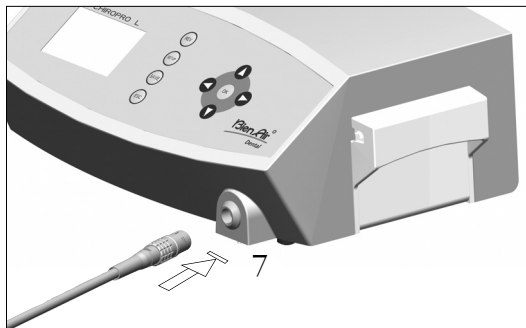

図 3
- マイクロモータ用ケーブルを本体のコネクタに接続します(図 3)。